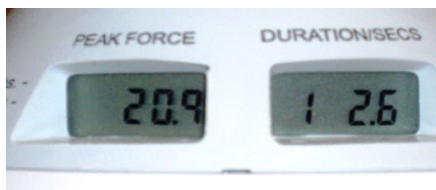

Figure 3 : Mode de récupération des données, exemple d'affichage d'un résultat de test
- Le dispositif affichera la force maximale (dans la fenêtre Peak force (Force maximale)), le numéro du test (à gauche de la fenêtre Duration (Durée)) ainsi que la durée du test (à droite de la fenêtre Duration (Durée)) (voir figure 3).